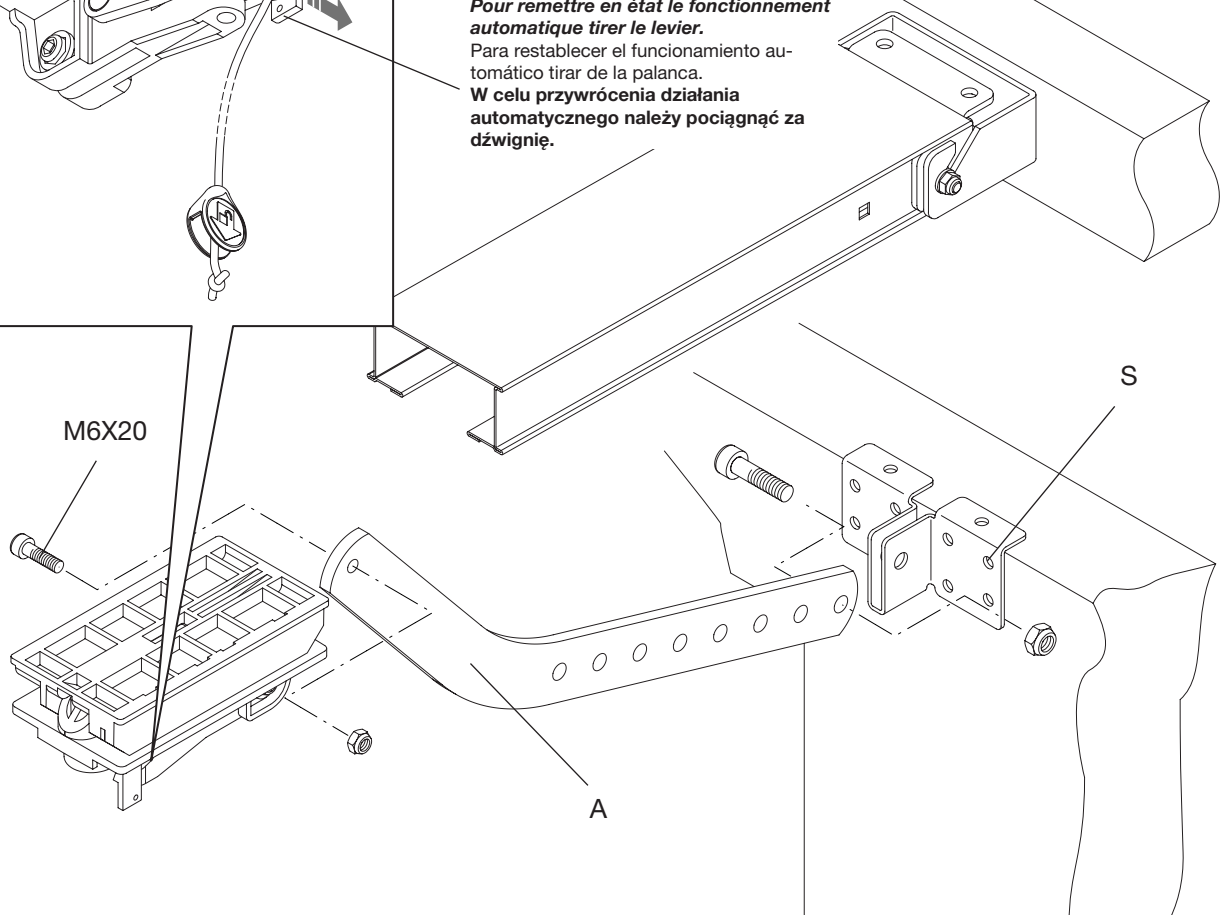

Fig. 14
- Infilare il cordino nella leva di blocco e nel pomello e annodare come indicato nel particolare di Fig.14